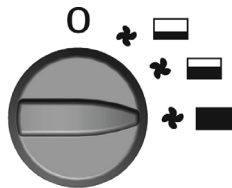

FIG. 3
- **Fig. 3** – højeste kapacitet